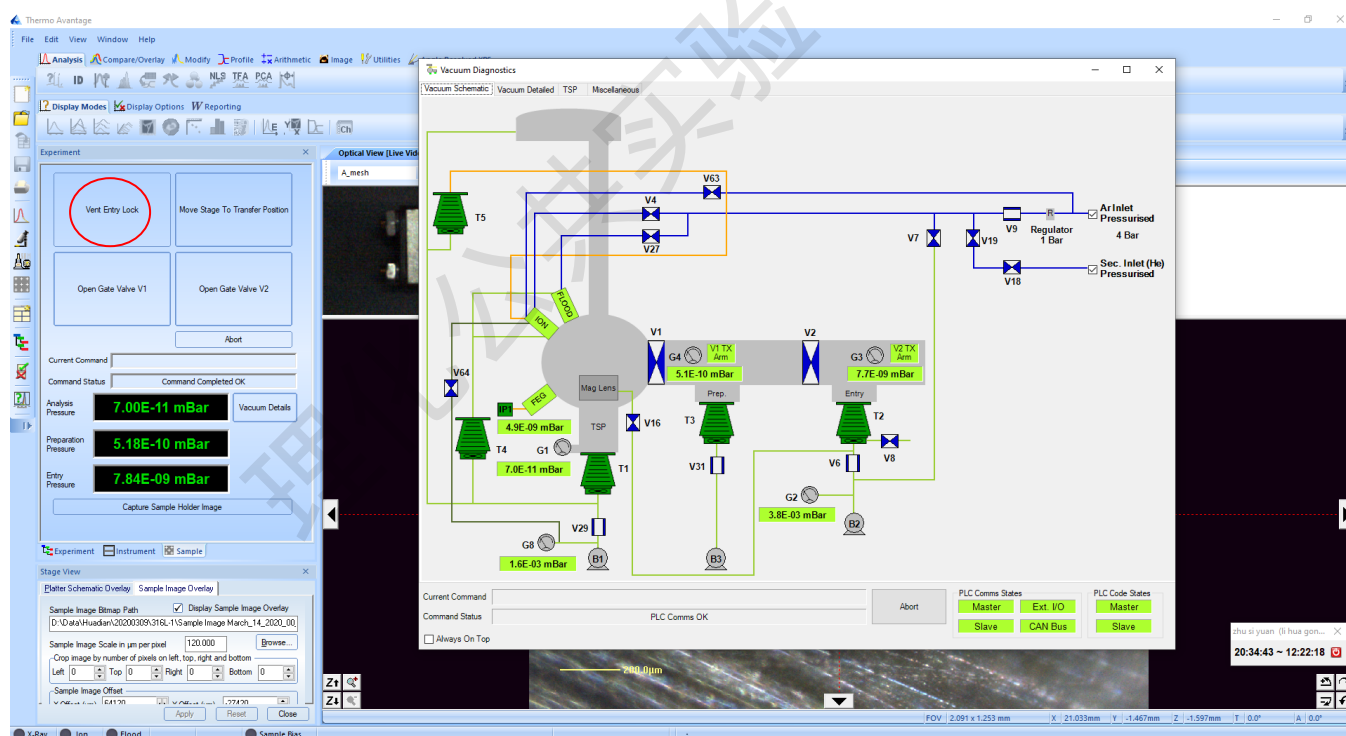

图 9 真空系统界面
- (1) 打开软件, 选中“Sample”选项卡, 点击“Vacuum Detail”打开图 9 界面;
- (2) 检查分析腔、准备腔和进样腔真空度是否正常并记录;
- (3) 检查 T1-T5 是否处于绿色状态;
- (4) 检查 V1、V2 是否处于关闭状态;
- (5) 检查传样杆 1 和传样杆 2 是否退到底;
- (6) 检查准备腔的样品停放台是否处于最高点;
- (7) 检查氦气和氩气是否处于正常状态。
- (1) 确认实验室氮气气路开启;
- (2) 在图 9 界面中, 点击“Vent Entry Lock”;
- (3) 等待 3-5 分钟后, 打开进样腔门, 左手戴好干净的手套, 将样品托插入传样杆;
- (4) 关闭进样腔门, 点击“Pump Down Entry Lock”;
- (5) 在对话框中点击“Yes”, 并检查进样腔门是否关好;
- (6) 等待 1-2 分钟, 观察到进样腔真空稳步下降后, 关闭氮气气路。
- (1) 等待进样腔真空达到 1×10^{-7} mbar 以下;
- (2) 在图 9 界面中, 点击“Open Gate Valve V2”;
- (3) 将准备腔的样品停放台降至合适位置 (有标示);
- (8) 在图 9 界面中, 点击“Close Gate Valve V2”。
- (1) 等待准备腔真空达到 1×10^{-9} mbar 以下;
- (2) 在图 9 界面中, 点击“Move Stage To Transfer Position”;
(7) 样品完全取出后, 将传样杆 2 退到底;
(8) 旋转样品停放台以免上升时碰撞传样杆 2 及其上的样品托;
(9) 将样品停放台升至最高点;
(10) 在图 9 界面中, “Open Gate Valve V1”;
(11) 移动传样杆 2 将样品插入分析腔内的样品台;
(13) 将传样杆 2 退到底;
(14) 在图 9 界面中, 点击“Close Gate Valve V1”。